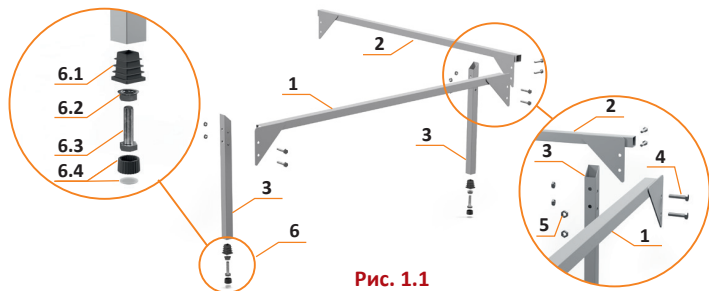

Рис. 1.1
1. Установите комплект заглушек (6) на трубы-ножки (3), как показано на рис. 1.1.
2. Закрепите трубы-ножки (3) внутренними срезами к опорной трубе (1), затем к длинной стороне среза труб-ножек (3) закрепите трубу-стяжку (2), болтами, входящими в комплект, при помощи гаечного ключа (согласно схеме представленной на рис. 1.1).